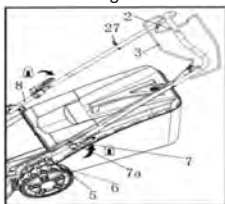

Fig. 2
4. Fixați ghidonul superior (2) cu ghidoanele inferioare (8) prin ridicarea manetelor de fixare (7) către ghidoane (2, 8). Dacă maneta de fixare (7) nu poate fi pliată, slăbiți-o și pliați din nou. Dacă este prea slăbită, țineți mai întâi piulița de blocare (7a) fixă cu o cheie potrivită (mărime: 13 mm) , apoi strângeți rotund maneta de fixare (7) în sensul acelor de ceasornic (Fig. 2).
5. Asigurați-vă că cablul de autopropulsie (5) și cablul de frână (6) trec pe partea superioară a ghidoanelor (2, 8).
6. Asigurați-vă că cârligul preasamblat pentru mânerul de pornire prin recul (26) se află pe partea dreaptă (văzut din poziția operatorului).